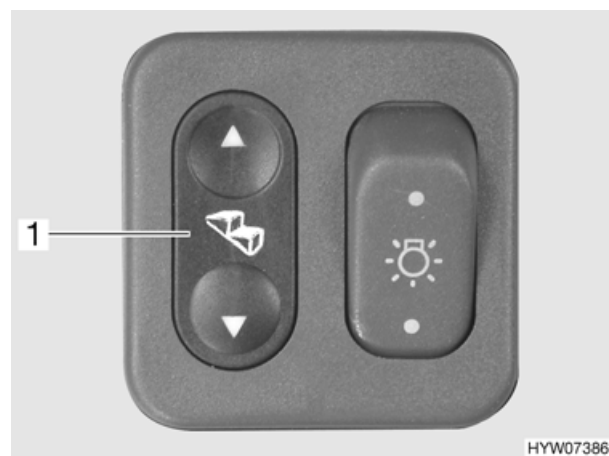

Fig. 1 Interruttore a bilico dello scalino di ingresso
- Premere l'interruttore a bilico (Fig. 1,1) nella zona di ingresso